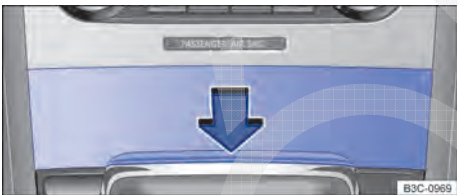

Fig. 150 No console central dianteiro: abrir cinzeiro.
Para *abrir*, pressionar a cobertura do cinzeiro brevemente no sentido da seta ⇒ **Fig. 150**. A cobertura se abre automaticamente.
- No porta-objetos ou no cinzeiro dianteiros  Fig. 150.